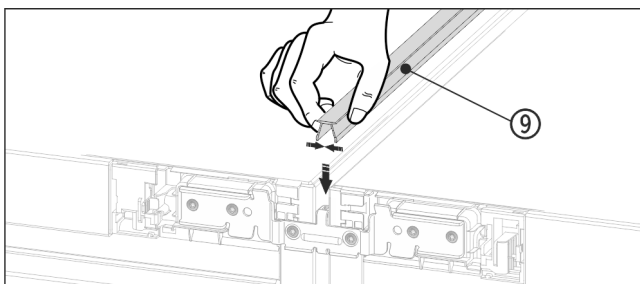

Fig. 17
- ▶ На верхней стороне вдавите в горизонтальную щель короткую декоративную планку Fig. 17 (9).